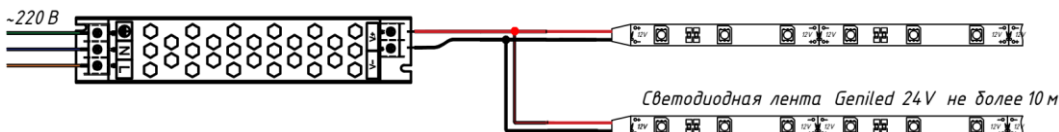
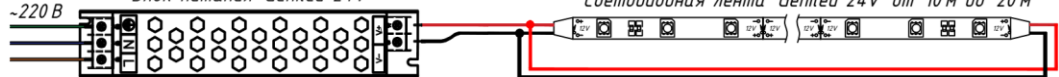

Рисунок 6.
Рисунок 7. Варианты подключения.
5.6. Если необходимо подключить более 10 метров ленты, то необходимо выполнить параллельное подключение дополнительной ленты к блоку питания (см. рисунок 6). Либо подключите ленту с двух сторон к блоку питания («кольцевание») (см. Рисунок 7).